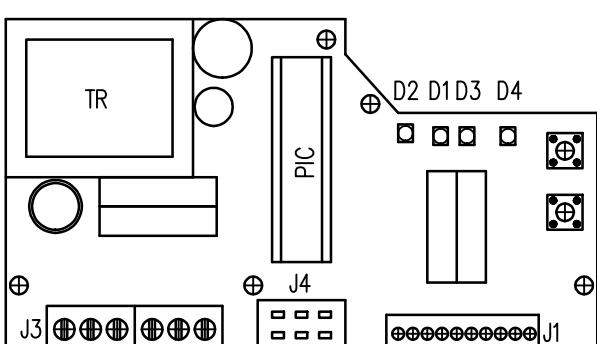

Рис.10
4.6 Настройка регулятора положения (рис.10)
Размещение устанавливающих и сигнализирующих элементов на доске регулятора REGADA находится на рис.10: